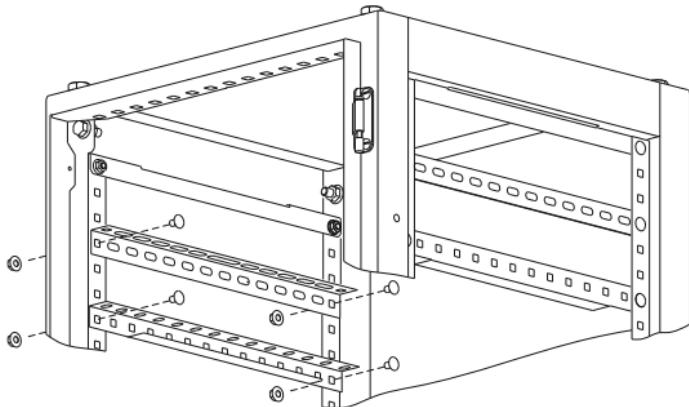

Рисунок 5
5.2 Приложите уголок для оборудования с внутренней стороны боковой поверхности передней и задней стоек корпуса на необходимой высоте. Вставьте по очереди в квадратные отверстия два болта M6×10 и закрепите гайками M6 (рисунок 5). Момент затяжки 5 Н·м.
5.3 Повторите действия пункта 5.2 для монтажа уголка для оборудования с противоположной стороны (рисунок 5).
6.1 Монтаж бокового П-профиля производится аналогично монтажу уголка для оборудования (рисунок 5).